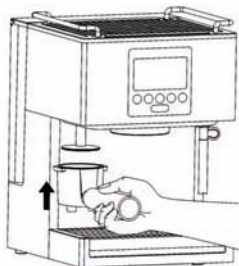

Рис. 4
11.9. Убери избыток кофе с края фильтра и утрамбуй кофе при помощи трамбовки в кофеварке (6) или трамбовки мерки (14) (Рис. 4).
- 12.9. Убери избыток кофе с края фильтра и утрамбуй кофе при помощи трамбовки в кофеварке (6) или трамбовки мерки (14) (Рис. 4).
- 13.9. Убери избыток кофе с края фильтра и утрамбуй кофе при помощи трамбовки в кофеварке (6) или трамбовки мерки (14) (Рис. 4).